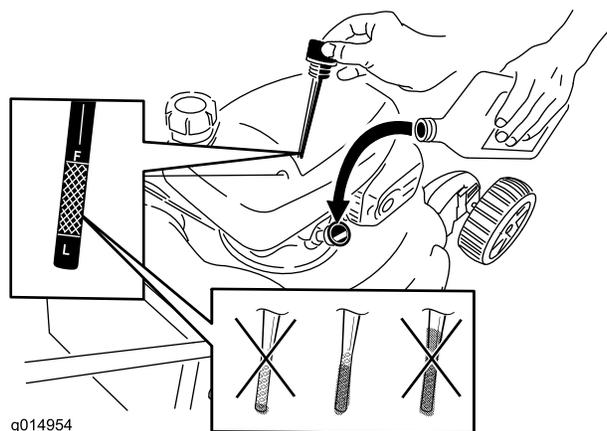

Figura 39
6. Rimuovete l'asta di livello dal tubo di riempimento dell'olio (Figura 39).
12. Rimuovete l'asta di livello e controllate il livello dell'olio; fate riferimento a Figura 39.
- Se il livello dell'olio è troppo basso, aggiungete lentamente una piccola quantità di olio nel relativo tubo di riempimento, quindi ripetete le fasi da 10 a 12 fino a raggiungere il livello corretto mostrato in Figura 39.